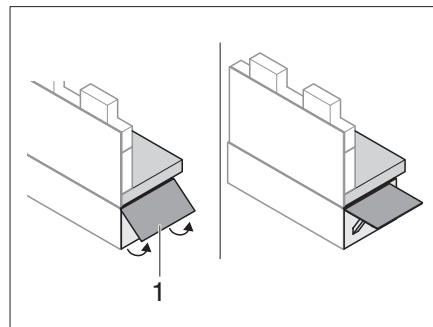

Bild 135 Sitzbankverlängerung herausklappen
- Sitzbankverlängerung (Bild 135,1) nach oben klappen.
- Entriegelungslasche einschieben und Sitzbankverlängerung (Bild 135,1) einklappen.